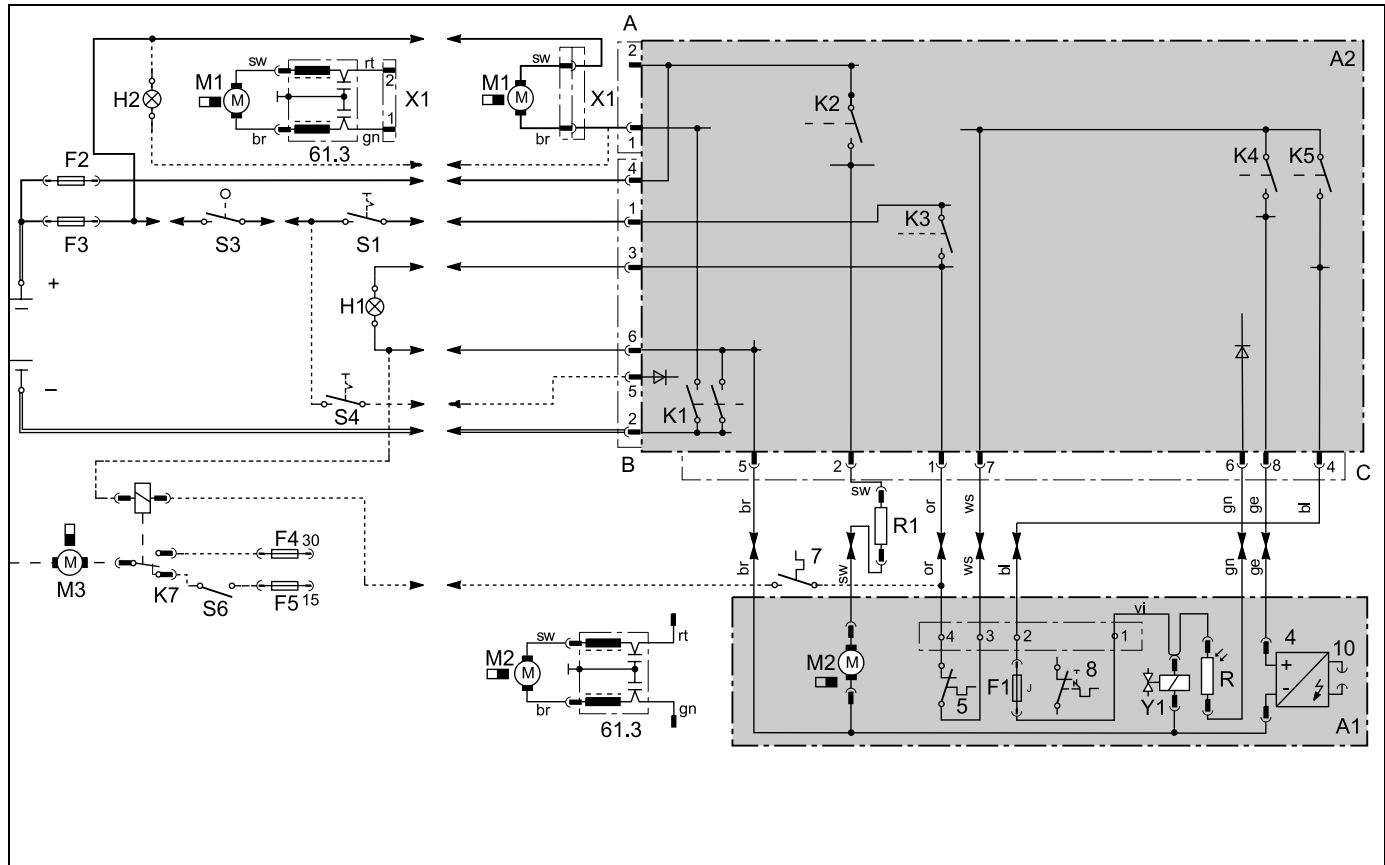

Bild 33: Systemschaltung für DBW 160 mit Steuergerät 1553 und Schalter, Legende siehe Seite 29
Der elektrische Anschluss der Heizgeräte wird ausgeführt gemäß Bild 33, 35 oder 37: Systemschaltung
Von der Standardvariante (Bild 33, 35 und 37) abweichende Steckerausführungen sind separat bei Spheros anzufragen.
- Schalter, siehe Systemschaltung Bild 33, 35 und 37